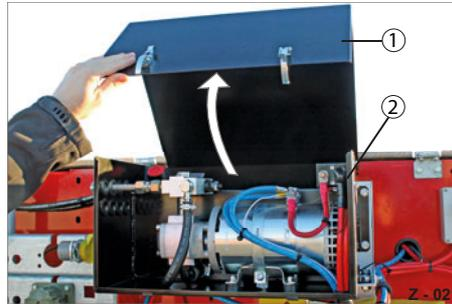

Abb. 4 Abdeckung entfernen
- ▶ Schwenken Sie die Abdeckung (Abb. 4/1) auf.
- ▶ Heben Sie die Abdeckung vom Gehäuse (Abb. 4/2) ab.